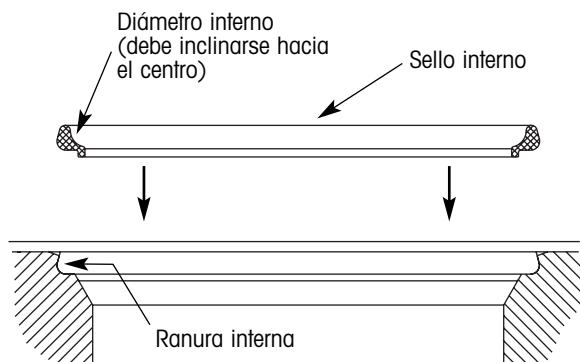

Figura 78. Detalles de instalación del sello interno
2. Instale el nuevo sello interno en la ranura interna (figura 78) en la maza. Cuando esta orientado adecuadamente para la instalación, el diámetro interno del sello interno se inclina hacia el centro. No force el sello interno en la ranura interna.